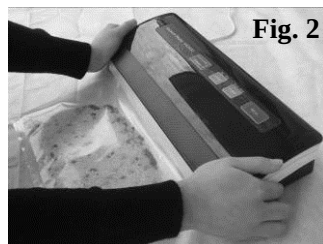

Fig. 2
3. Placera påsens ena ände över förseglingsremsan, men för inte in den i vakuumkammaren – **Fig. 2.**
4. Tryck ner locket på båda sidorna med båda händerna tills du hör ett klick på båda sidorna – Fig. 2